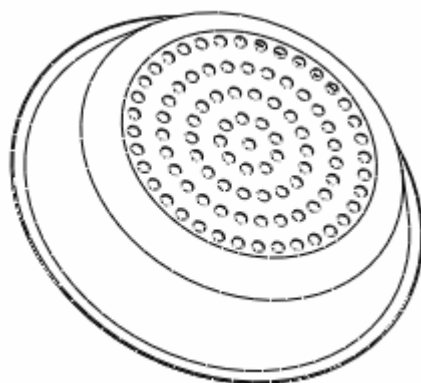

图 17-8
(5) 单击阵列特征操控板中的  按钮，完成特征阵列，结果如图 17-8 所示。